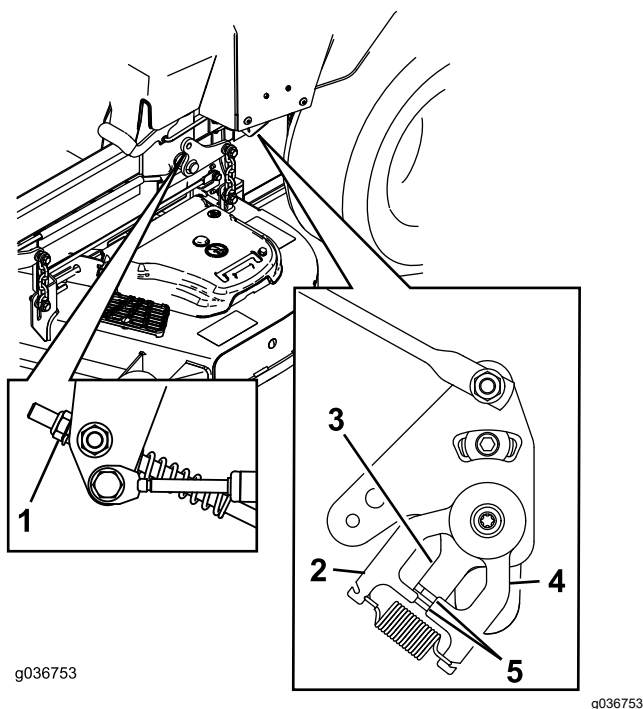

Figure 66
11. Réglez la longueur des tiges de pompes en tournant l'écrou dans le sens voulu jusqu'à ce que les roues tournent légèrement en marche arrière (Figure 65 et Figure 66).